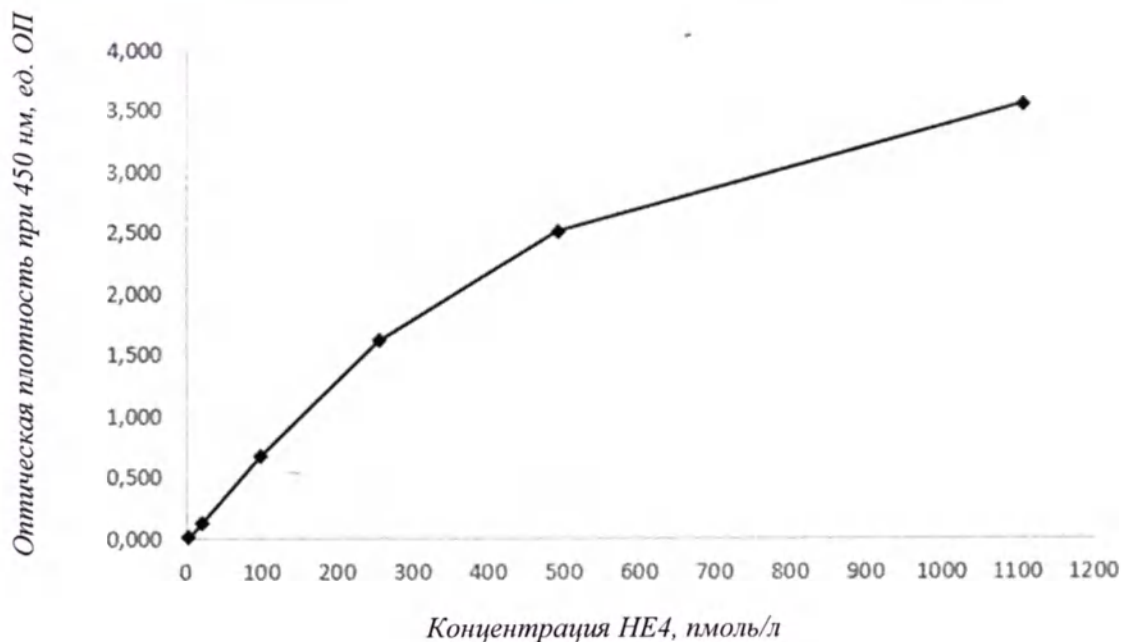

Рисунок 2. Типичный калибровочный график при длине волны 450 нм
9.1. Построить калибровочный график зависимости оптических плотностей (В, ед. ОП) от концентрации НЕ4 (пмоль/л) в калибровочных пробах (Рисунок 2). Внешний вид графика зависит от способа преобразования осей.